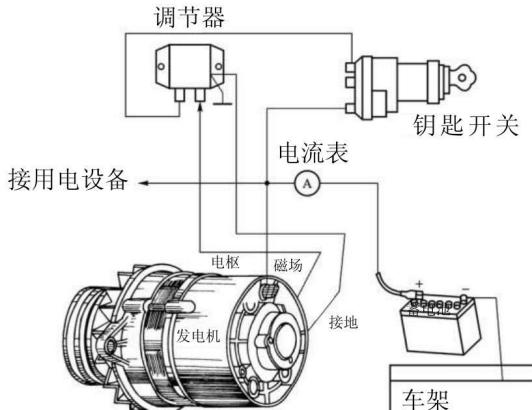

图 1-1 蓄电池的连接电路
汽车用蓄电池是一种储存电能的装置，通过它能将化学能转化为电能，同时也能将电能转化为化学能储存起来。如图 1-1 所示，接通电路，蓄电池便开始了能量转换，此时若电流表指针指向“-”位，说明蓄电池处在放电过程中，蓄电池的化学能转化成电能，向用电设备供电；若电流表指针指向“+”位，说明蓄电池处在充电过程中，发电机输出电能被转化为化学能储存在蓄电池中。
2. 在图 1-1 中蓄电池的正极与_____、_____、_____和_____连接，负极与_____连接。